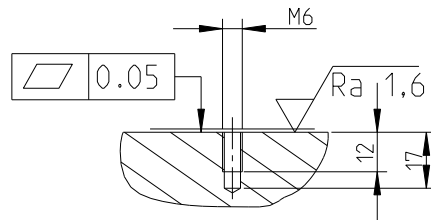

図 3: 取付け面の加工
- ・ 設定箇所は平坦(N7; Ra 1.6 μm) に加工し、M6のメスねじ穴を加工してください。(図3参照)